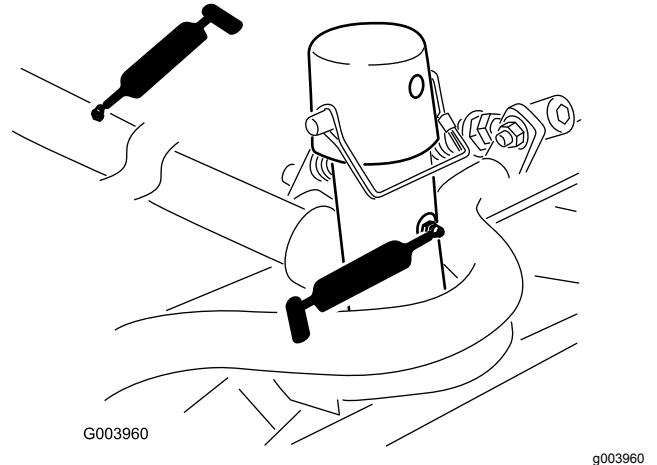

Figura 40
- Articulação e estrutura de transporte da unidade de corte (Figura 40)